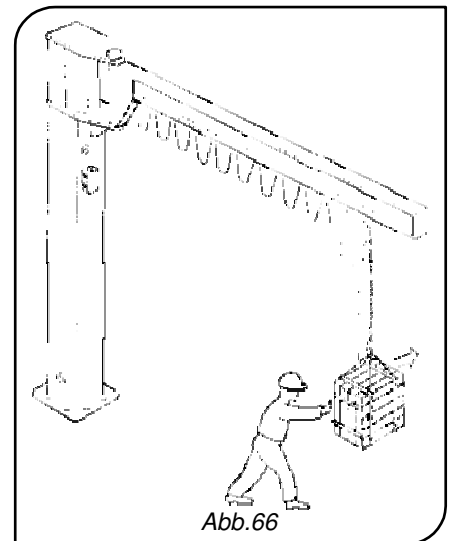

Abb. 66
- **STETS** beim manuellen Verschieben der Last diese vom Körper wegdrücken und nicht zum Körper hinziehen (Abb. 66).